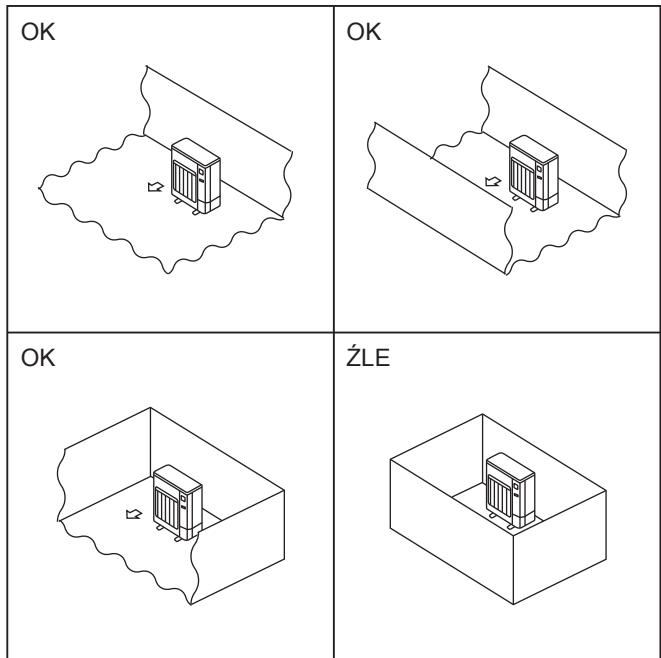

Fig. 2-2
- Jednostki zewnętrzne należy instalować w miejscach, które są otwarte z co najmniej jedną z czterech stron i oferują dostatecznie dużą powierzchnię bez zagłębień. (Fig. 2-2).